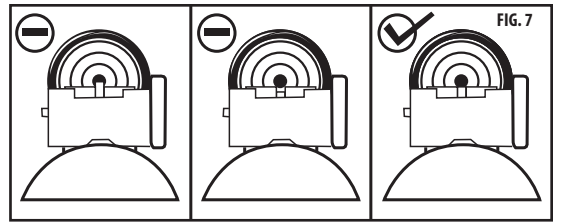

FIG. 7
- La elevación se ajusta mediante el selector de elevación de la mira trasera situado en la base de ésta. Gire el selector en sentido contrario al de las manecillas del reloj para que el perdigón golpee más arriba en el blanco y gírelo en el sentido de las manecillas del reloj para que el perdigón golpee más abajo en el blanco. (Fig. 7)
- La compensación de viento se ajusta girando el selector de compensación del viento situado del lado derecho de la mira. Gire el selector en sentido contrario al de las manecillas del reloj para que el perdigón golpee a la izquierda en el blanco y gírelo en el sentido de las manecillas del reloj para que el perdigón golpee a la derecha en el blanco. (Fig. 7)